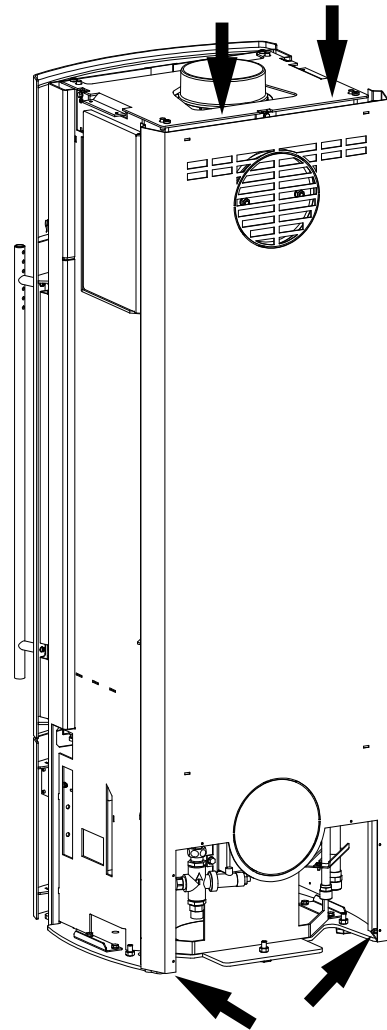

Fig. 2 Dévisser la paroi arrière
- Dévisser la paroi arrière (Fig. 2).